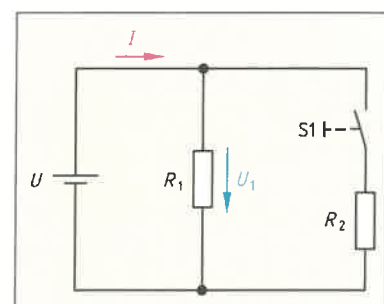

Bild 3:  $R_2$  wird zugeschaltet
5. Zu einem Widerstand  $R_1$  wird ein weiterer Widerstand  $R_2$  parallel geschaltet. Wie verhalten sich **a)** die Stromstärke  $I$  in der Zuleitung, **b)** die Spannung  $U_1$  am Widerstand  $R_1$  und **c)** der Gesamtwiderstand  $R$  (**Bild 3**)?